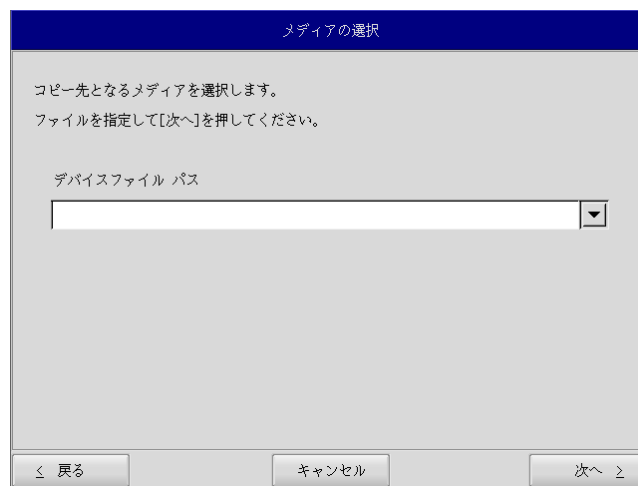

図 5-2-2. メディア選択画面
- ⑥ メディアの選択画面(図 5-2-2)が表示されます。コピー先となるメディアを選択し、「次へ」ボタンを押します。